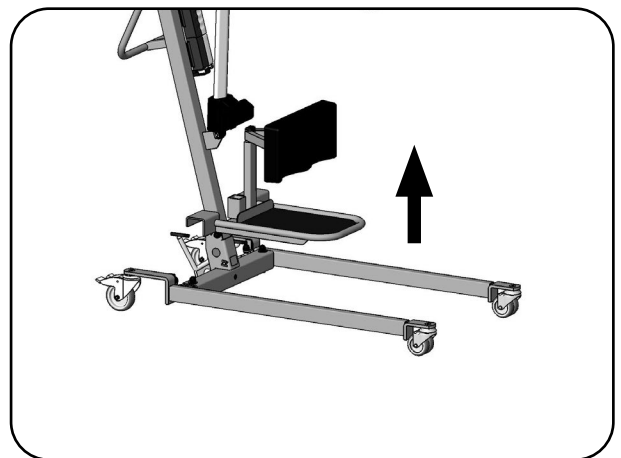

Abb. 8.9.02 - Trittbrett entfernen
3. Entfernen Sie das Trittbrett vom Fahrgestell (Abb. 8.9.02).